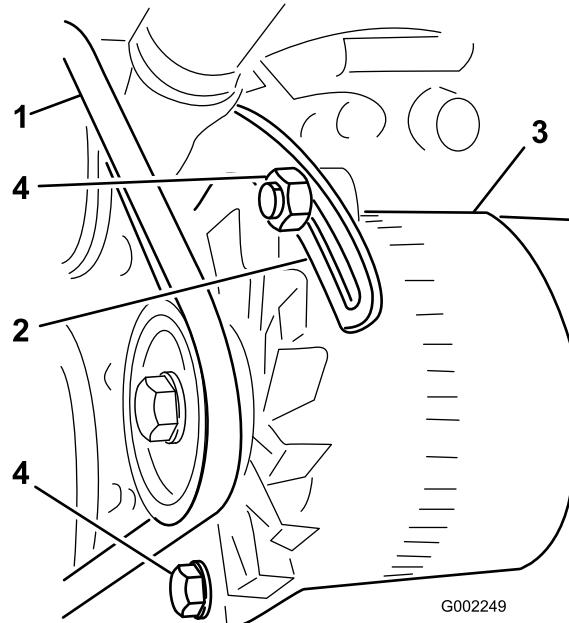

Figura 94
3. Afloje el perno del punto de pivot del alternador; afloje el perno que fija el alternador al tirante ranurado (Figura 94).